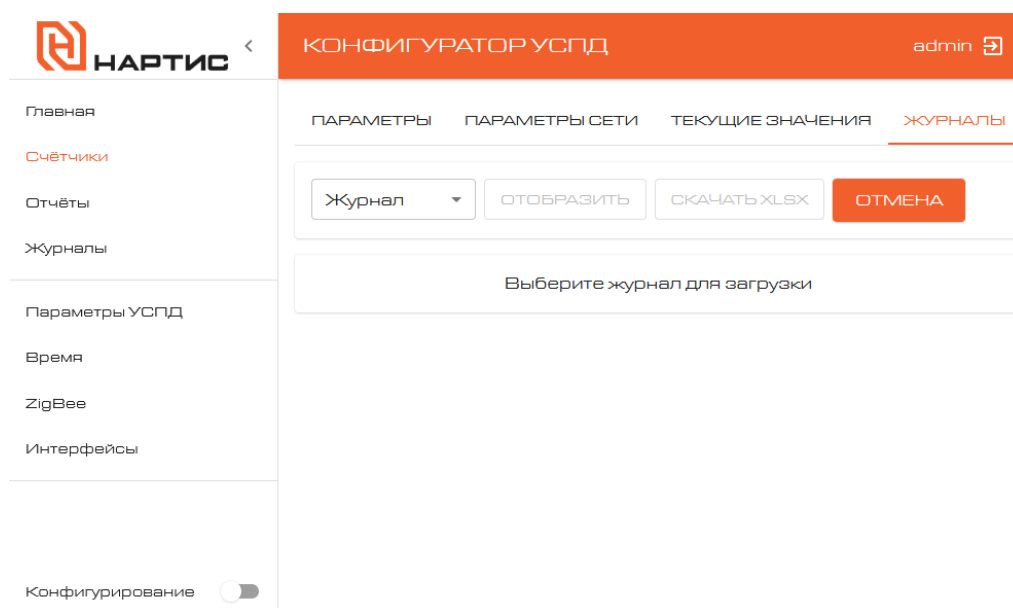

Рисунок 13 – Вкладка «ЖУРНАЛЫ» в разделе «Счётчики»
- ← – просмотр параметров ПУ (рисунок 9), параметров сети (рисунок 10), текущих значений по тарифам (рисунок 11), журналов ПУ (рисунок 13);
На вкладке «ЖУРНАЛЫ» (рисунок 13) из выпадающего списка доступны для просмотра следующие журналы: